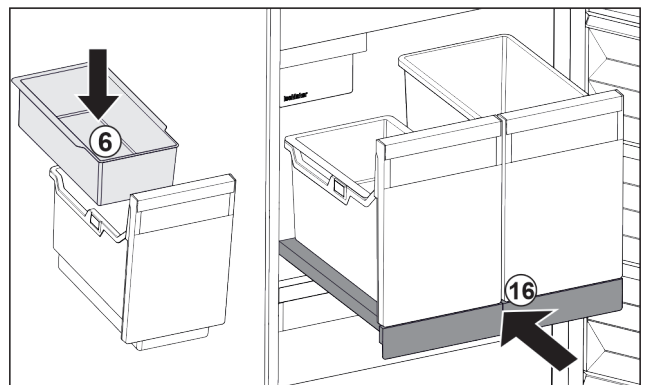

Fig. 111
- ▶ Installer le balconnet *Fig. 111 (6)* pour glaçons.
- ▶ Rentrer le compartiment coulissant avec le bac (IceTower). *Fig. 111 (16)*